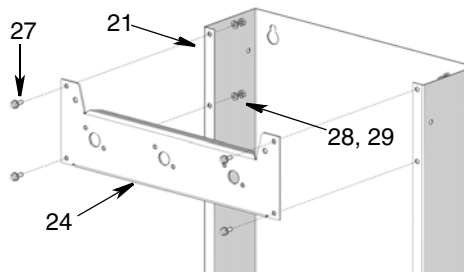

FIG. 6
3. Anexe a placa de instalação do medidor (24) ao distribuidor do invólucro (21) usando parafusos (27), anilhas de segurança (28), porcas (29) e orifícios existentes. Aperte as porcas firmemente. Consulte FIG. 6 para obter orientações para a instalação correta de tais peças.